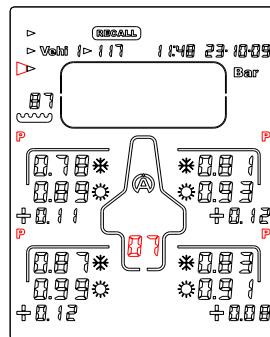

Figure 10
4) Avec le bouton  ou , sélectionnez le « CADRAN » (figure 10)
Sur l'exemple « Figure 10 », le Tyrecontrol 2 affiche pour le véhicule 1, la première phase de données du deuxième « Set » enregistré, c-à-d les pressions des pneus avant  et après  course + les écarts.